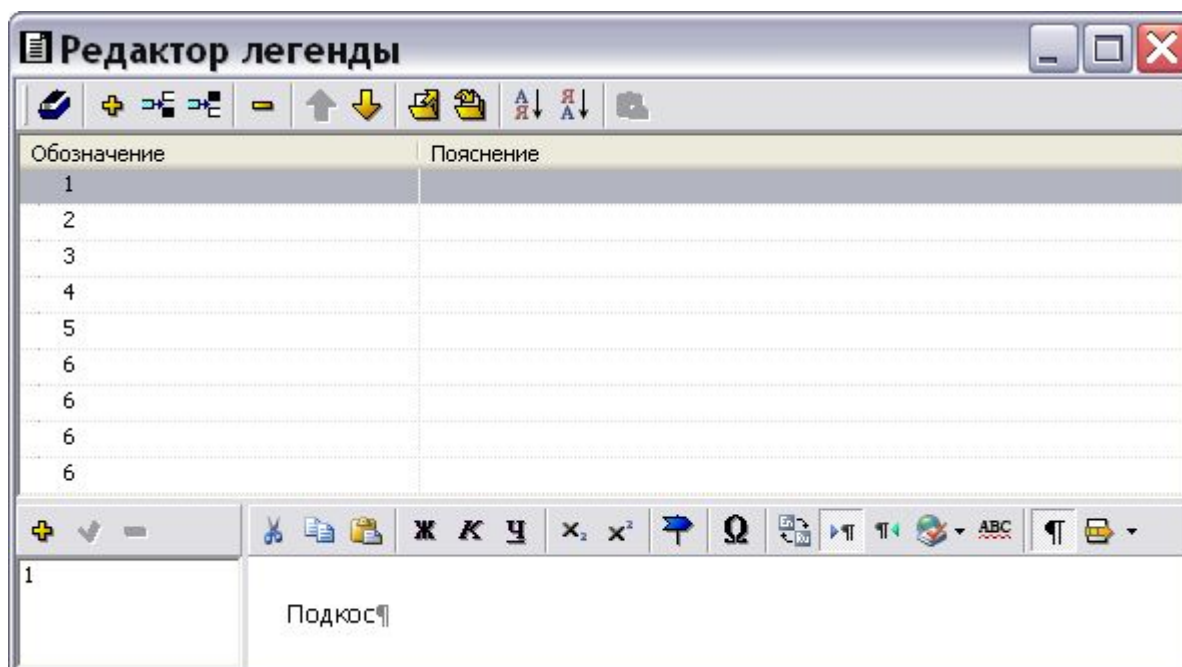

Рис. 3.170
3. В окно **Редактор легенды** загрузятся номера выносок иллюстрации «Шасси» (Рис. 3.170). Щелкните два раза левой кнопкой мыши в разделе **Пояснение** напротив номера первой выноски. При этом курсор перейдет в окно, открывшееся в нижней части редактора. Введите пояснение к первой выноске – «Подкос» (Рис. 3.170).